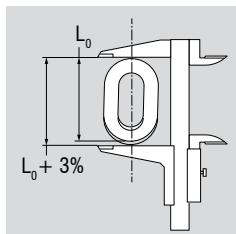

Fig. 10: Ikke tilladt slid eller udvidelse af et kædeledd
- Ikke tilladt slid eller udvidelse af et kædeled foreligger når f.eks. den indvendige nominelle længde er overskredet med 5 %. Det svarer til en udvendig udvidelse på 3 % (Fig. 10)